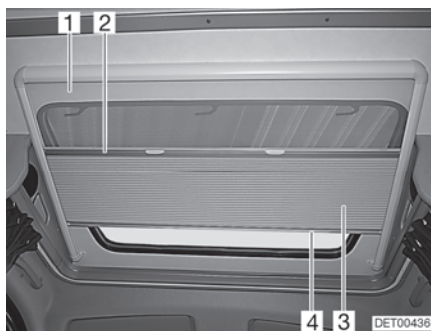

Fig. 71 Lucernario
La tendina oscurante pieghevole (Fig. 71,3) è fissata alla protezione contro gli insetti (Fig. 71,1).
- Afferrare la tendina oscurante pieghevole al centro dell'asta di chiusura (Fig. 71,4) e tirare delicatamente verso il basso.
- Ricondurre lentamente la tendina oscurante pieghevole sull'asta di chiusura (Fig. 71,4).
- Afferrare la protezione contro gli insetti al centro dell'asta di chiusura (Fig. 71,2) e tirarla delicatamente verso il basso.
- Ricondurre lentamente la protezione contro gli insetti sull'asta di chiusura della tendina oscurante pieghevole (Fig. 71,4).